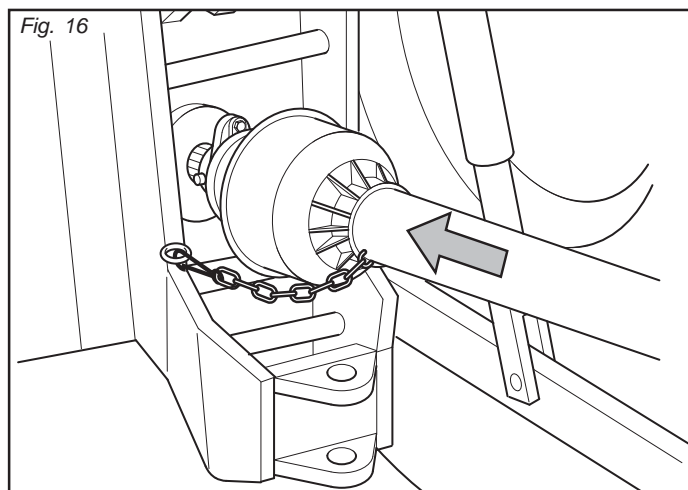

Fig. 16
- 4) Acoplar el árbol cardánico y controlar que quede bien bloqueado en la toma de fuerza. Verificar que la protección gire libremente y fijarla con la relativa cadena (Fig. 16).